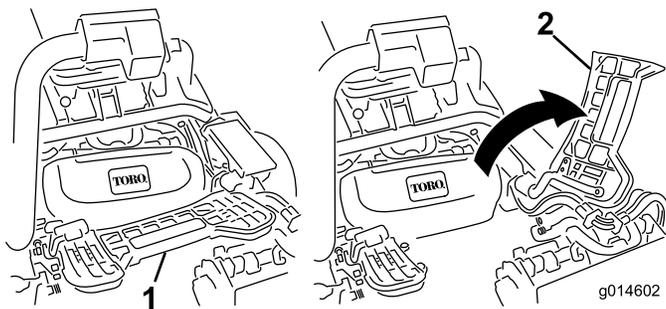

図 11
7. 中央カッティングユニットを取り付ける時は、フット・レストを跳ね上げて取り付け位置へのアクセスを確保する（図 11）。